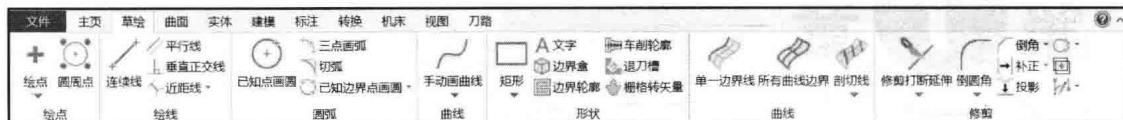

图 1-2 功能图标区
(1) 功能图标区 包括文件、主页、草绘、曲面、实体、建模、标注、转换、机床、视图等，其风格和新版 Microsoft office 界面一样，使用快捷、方便、灵活，如图 1-2 所示。